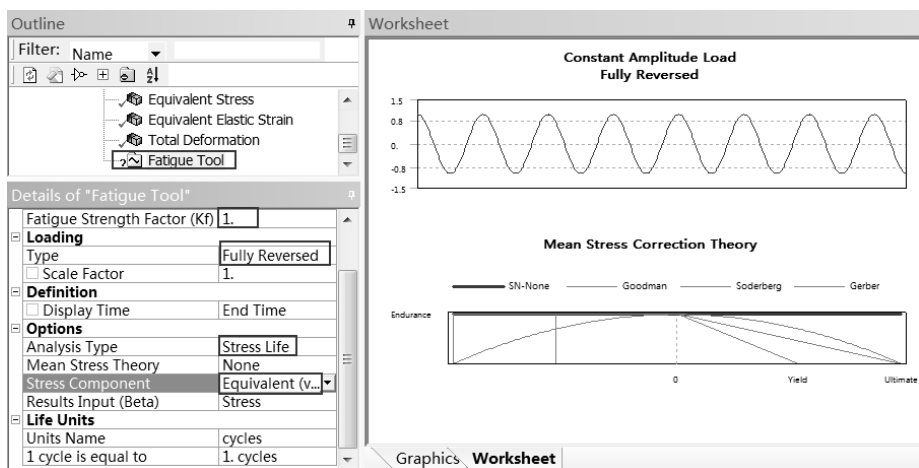

图 16-8 疲劳设置
Step2：选择 Fatigue Tool 选项，如图 16-8 所示，在出现的 Details of “Fatigue Tool” 面板中做如下设置。